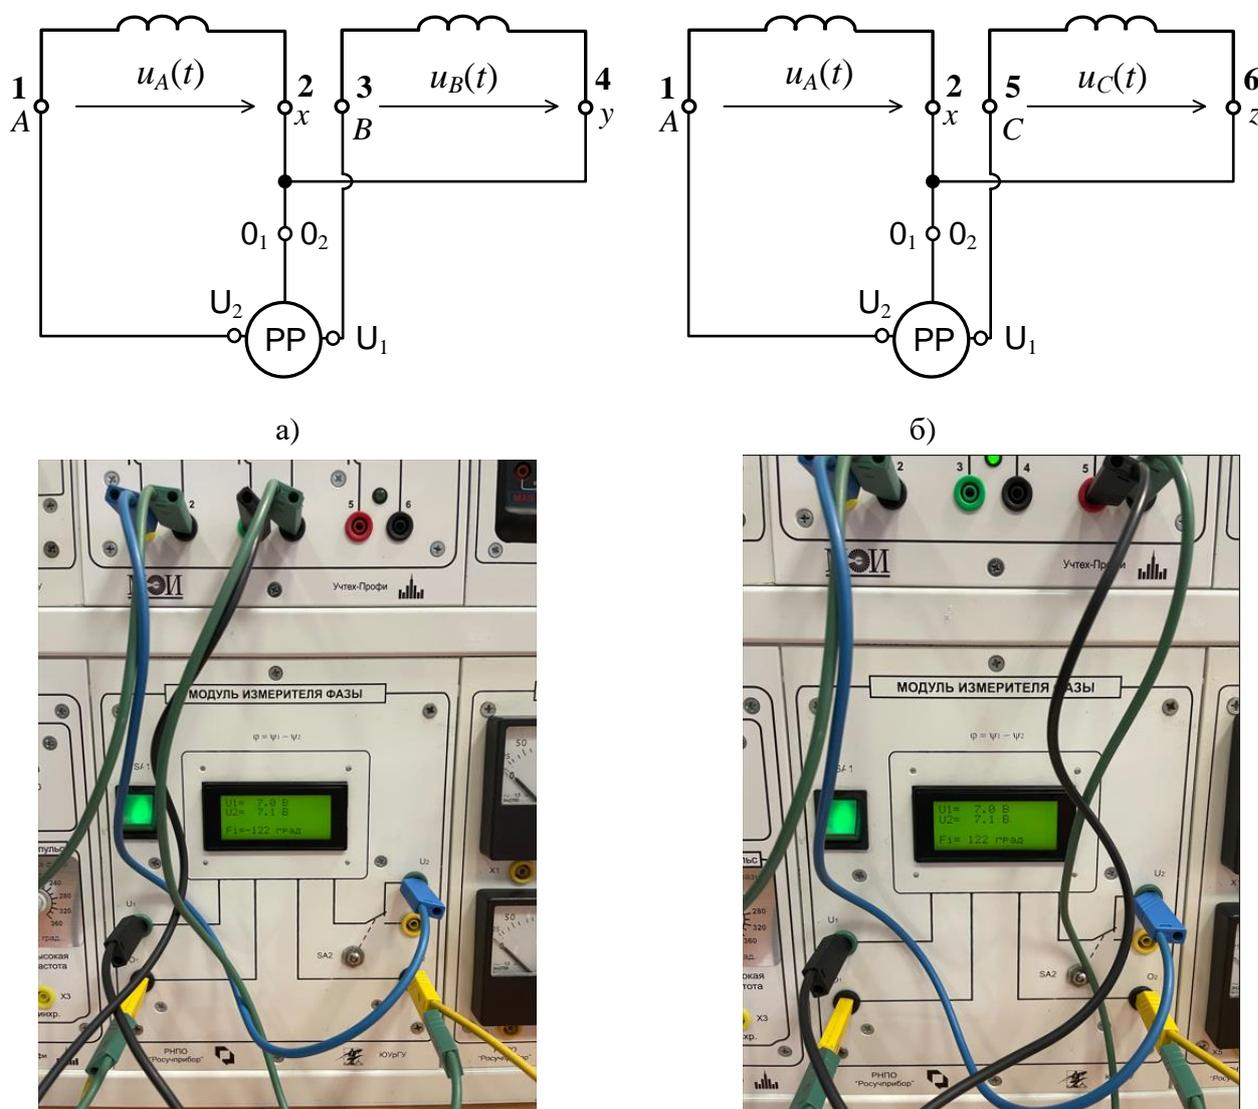

Рис. 10. Схема для определения комплексных фазных напряжений источника:
- Использовать прибор **ИЗМЕРИТЕЛЬ ФАЗЫ** для определения комплексных фазных напряжений (потенциалов выводов) источника. Собрать электрическую цепь по схеме, приведенной на рис. 10. Тумблер **SA2** модуля **ИЗМЕРИТЕЛЬ ФАЗЫ** установить в положение **U2**. Провести измерение комплексных потенциалов \underline{U}_A , \underline{U}_B , \underline{U}_C , приняв $\underline{U}_A = U_A \angle 0$. Занести результаты в протокол измерений. Сделать вывод о симметрии фазных напряжений.
Схема исследуемой цепи представлена на рис. 10.